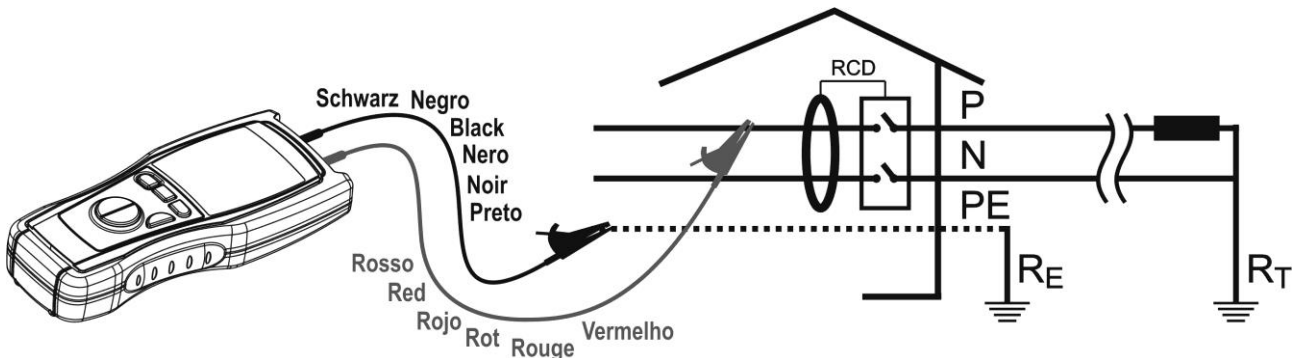

Fig. 8 : Connexion des bornes de l'instrument sous test  $M\Omega$
6. Connecter les bornes de l'instrument aux extrémités des conducteurs dont on souhaite mesurer l'isolement réciproque (voir Fig. 8)